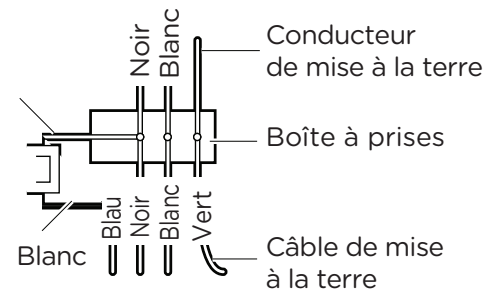

Figure 9
- Joignez les décorations de pales et les supports aux pales (figure 9).
- Installez les vis de pales et serrez-les bien (figure 9).
Si vous désirez commander la lumière d'un interrupteur mural et le ventilateur avec l'interrupteur à chaînette, ou si vous souhaitez commander les deux avec des interrupteurs muraux, les commutateurs, voir les schémas de câblage des figures 9 et 10.